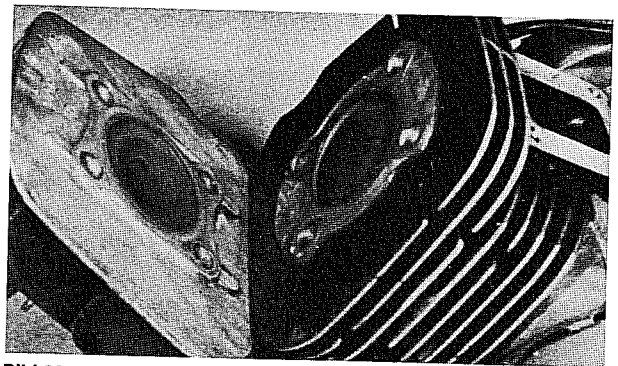

Bild 36
- Die Befestigungsmuttern des Zylinderkopfes herausdrehen und den Zylinderkopf sowie die Zylinderkopfdichtung entfernen (Bild 36).